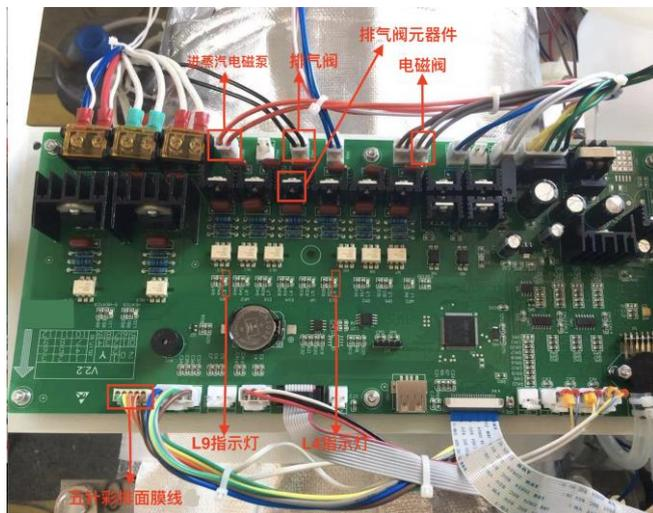

图2
- ④ 注入蒸汽阶段，注意进蒸汽电磁泵是否正常往蒸发器里注入蒸汽，若没有，**再看线路板上LED指示灯L9（图2）**有无闪烁，**如果没有闪烁，说明线路板上LED灯L9损坏，**如果有闪烁，再对进蒸汽电磁泵和电磁阀进行检查，或者对线路进行仔细检查有无接触不良情况。**（线路板上连接插头）（图2）**